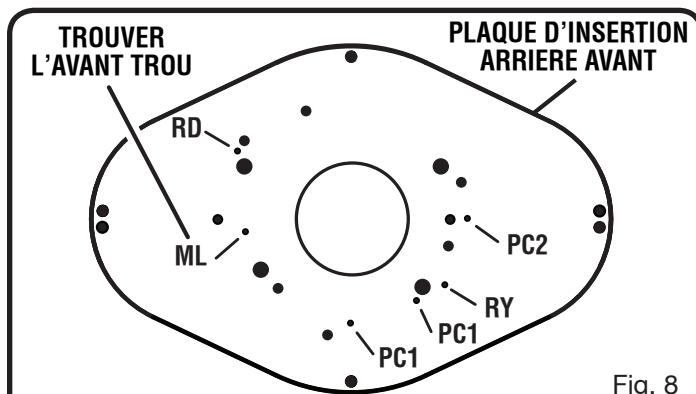

Fig. 8
Voir la figure 8.
- Déterminer le type de toupie à installer et trouver l'avant-trou correspondant au modèle de toupie. (Se référer à les abréviations figure 8 signifiant au dessous.)
Les abréviations figure 8 signifiant :